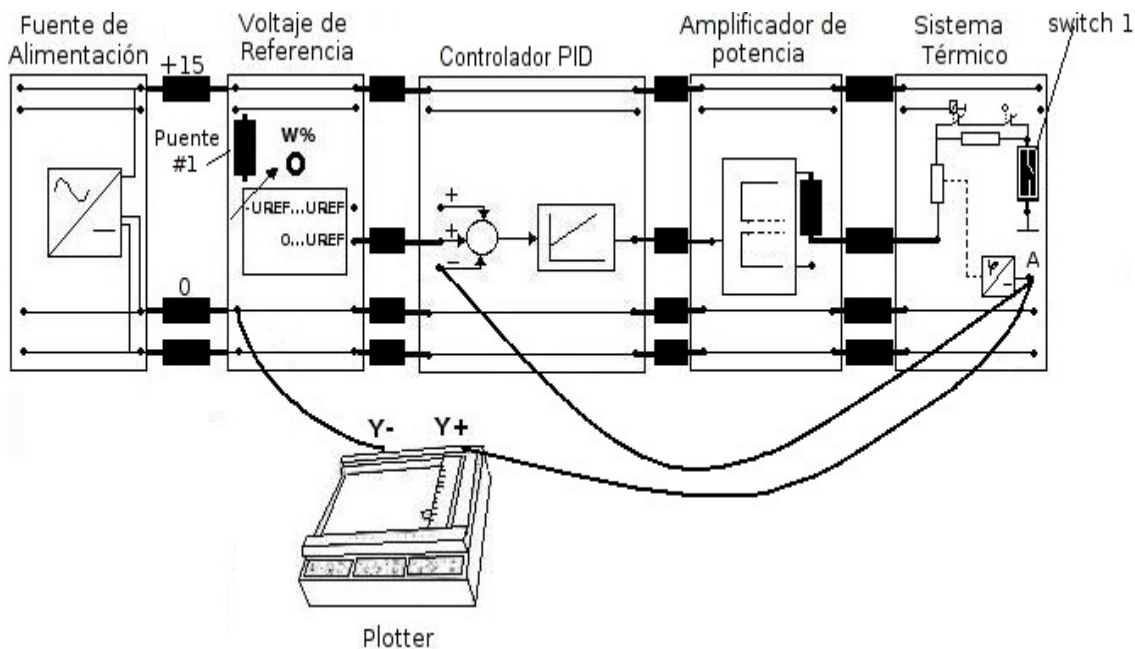

Figura 6.5. Sistema de temperatura a lazo cerrado
1. Arme el sistema de temperatura que se muestra en la Figura 6.5, deje el SWITCH #1 abierto.